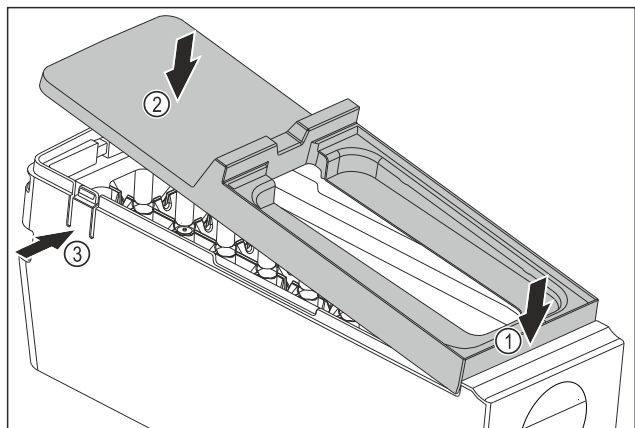

Fig. 133
- ▶ Montirajte poklopac tijela sustava EasyTwist-Ice: Postavite poklopac sprijeda. Fig. 133 (1)
- ▶ Spustite poklopac straga. Fig. 133 (2)
- ▷ Poklopac će se čujno uglaviti u oba jezička Fig. 133 (3).